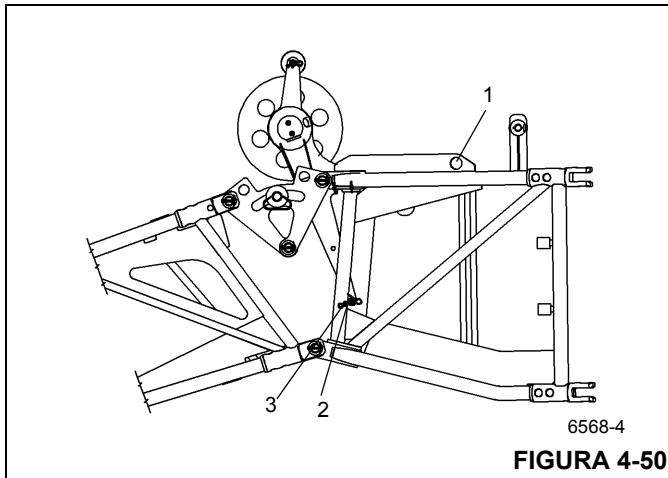

FIGURA 4-50
- Retire el pasador (2) de la cavidad (1), según la Figura 4-50.
- Pliegue hacia arriba la polea deflectora y asegúrela con un pasador en la cavidad (3).